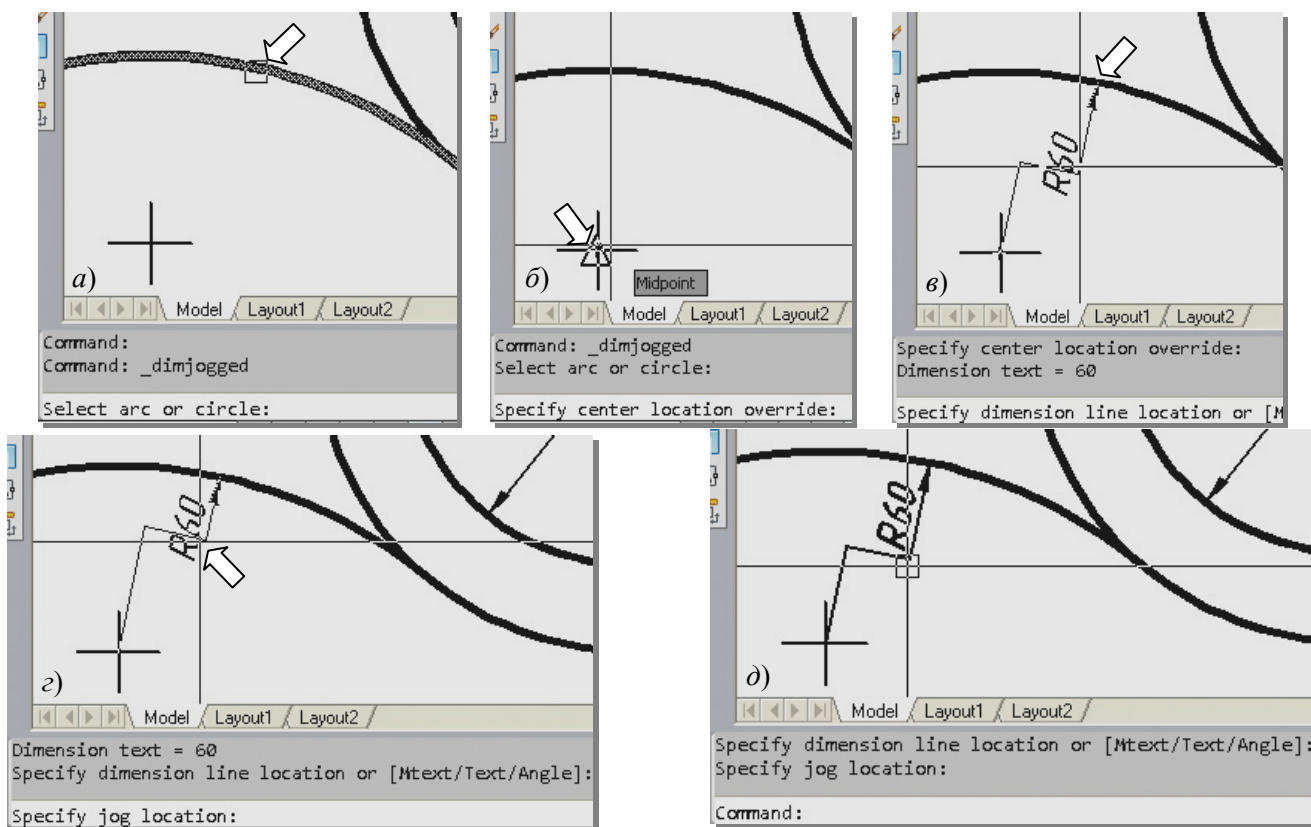

Рис. 5.55. Нанесение размера с изломом
- 4) укажите точку на дуге, к которой будет проставлен размер (рис. 5.55, а);
- 5) задайте новое расположение центра (рис. 5.55, б);
- 6) задайте расположение размерной линии (рис. 5.55, в);
- 7) укажите положение излома (рис. 5.55, г).
На рис. 5.55 д, размер с изломом проставлен.